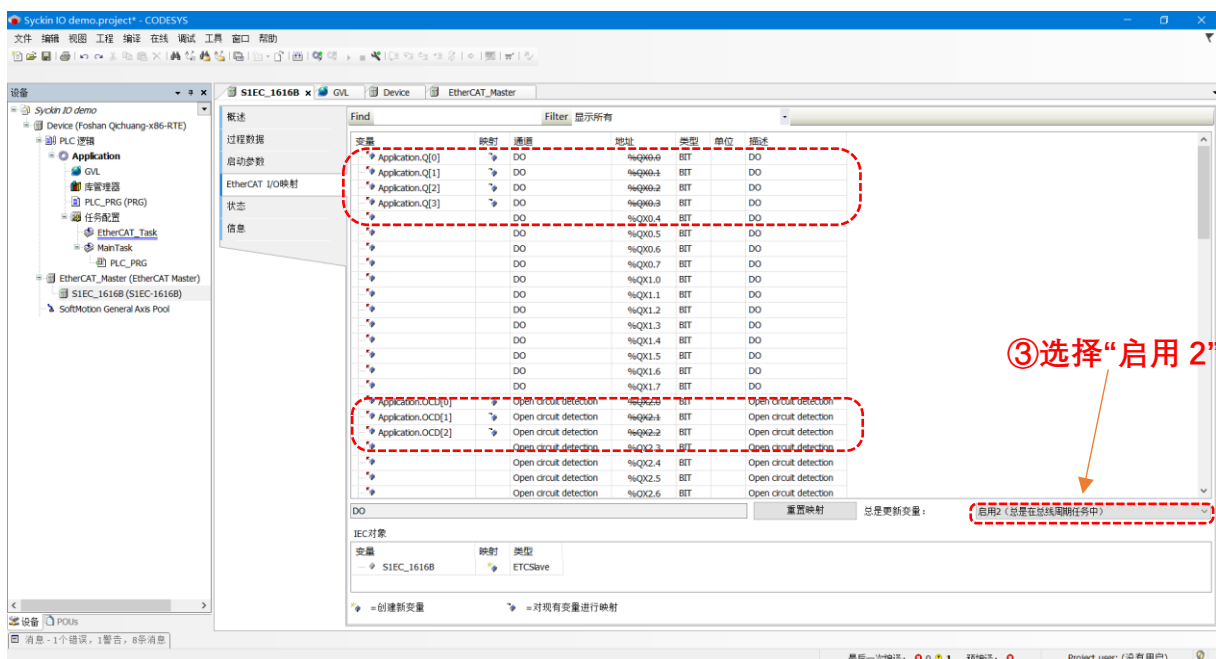

图 3.48
已经映射完成的 I/O 点如图 3.48
➤ **温馨提示:** 在图 3.48 的③处必须选择“启用2”，其他模式有时候会刷新不到 I/O 信息，这由 Codesys 系统所决定。